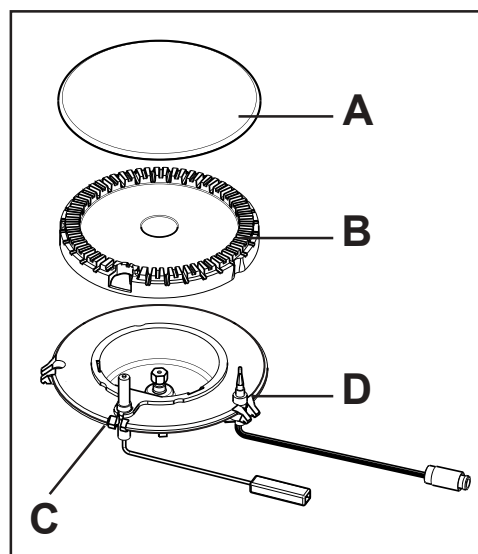

Fig. 1
2. Manter o manípulo premido durante cerca de 5 segundos para que o dispositivo de segurança (Fig. 1 - "D") mantenha acesa a chama automaticamente.
i Se após algumas tentativas o bico não se acender, controlar que as tampas (Fig. 1 - "A") e os espalhadores (Fig. 1 - "B") dos bicos estejam colocados corretamente.
- Deve-se proceder regularmente a uma limpeza dos acendedores (Fig.1 - "C") com água quente e detergente, tendo cuidado em eliminar todas as possíveis incrustações.